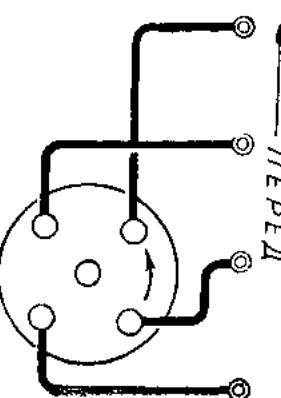

Рис. 43. Порядок присоединения проводов от распределителя к свечам.
11. Проверьте присоединения проводов от свечей, начиная с первого цилиндра. Провода должны быть присоединены в порядке: 1, 2, 4, 3 против часовой стрелки (рис. 43).